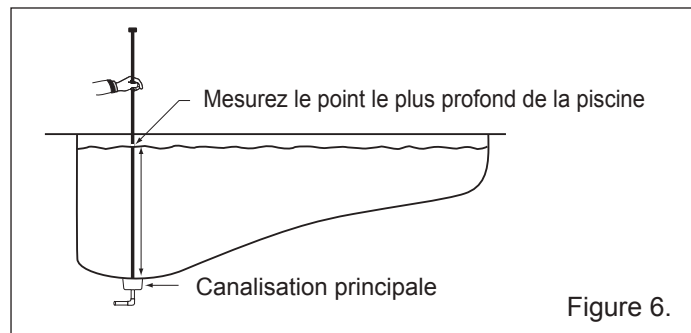

Figure 6.
1. Mesurez la partie la plus profonde de la piscine. **Voir la Figure 6.**